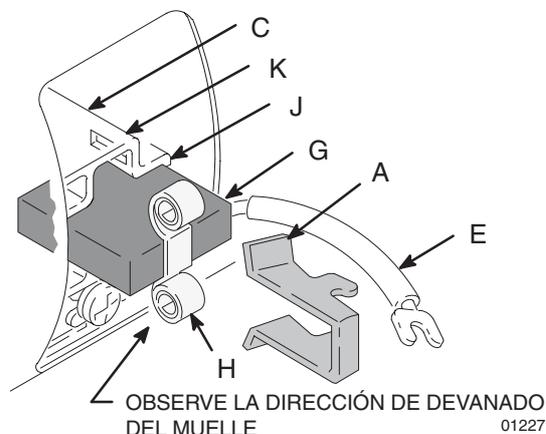

Fig. 6 01227
7. Fig. 6. Instale la nueva escobilla (G) de forma que el hilo conductor esté en la ranura larga (J) del portaescobillas (C).
9. Fig. 6. Coloque el muelle (H) en la escobilla (G).
10. Fig. 6. Instale la abrazadera de resorte (A). Empújela para que enganche las ranuras cortas (K) en el portaescobillas (C).